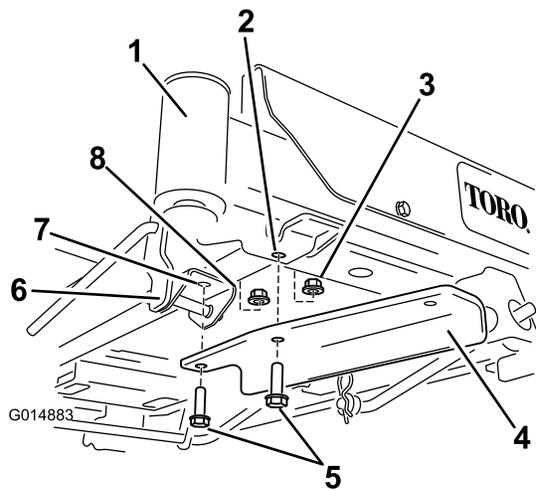

Figure 9
- Pour les machines avec pédale d'aide au levage, retirez les fixations avant du support de pédale et fixez le support au moyen de 2 boulons et 2 contre-écrous (Figure 9).